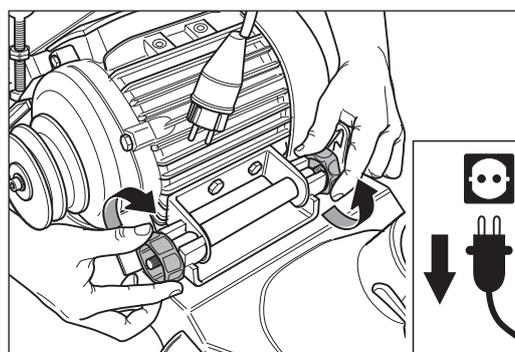

Abb. 92 Die beiden Motormuttern festziehen.
- 7 Ziehen Sie die beiden Motormuttern fest (Abb. 92).